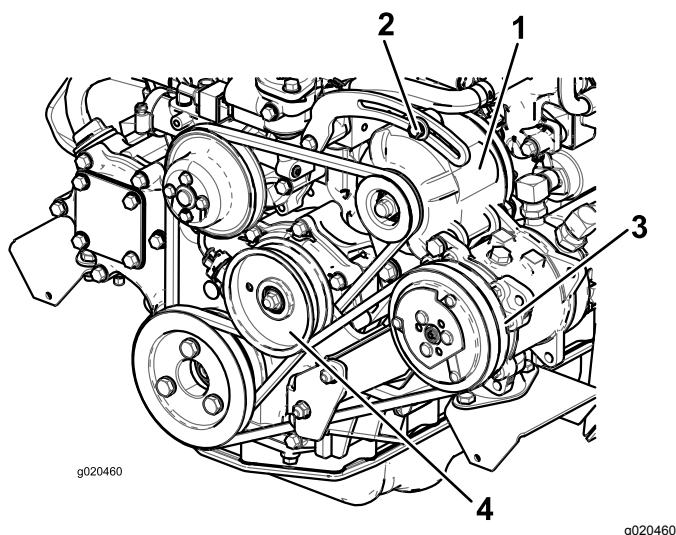

Figura 96
Controllate lo stato e la tensione della cinghia (Figura 96) ogni 100 ore di servizio.
2. Se l'inflessione non è di 10 mm, allentate i bulloni di fissaggio dell'alternatore (Figura 96). Aumentate o riducete la tensione della cinghia dell'alternatore e serrate i bulloni. Controllate di nuovo l'inflessione della cinghia per accertare che sia esatta.
2. Se la flessione non è di 10 mm, allentate il bullone di fissaggio della puleggia tendicinghia (Figura 96). Aumentate o riducete la tensione della cinghia del compressore e serrate il bullone. Controllate di nuovo la flessione della cinghia per accertare che la tensione sia esatta.